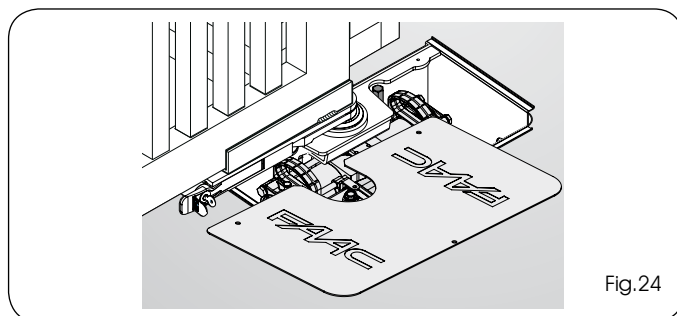

Fig.24
- 3) Fissare il coperchio della cassetta portante con le viti in dotazione (Fig.24;25)